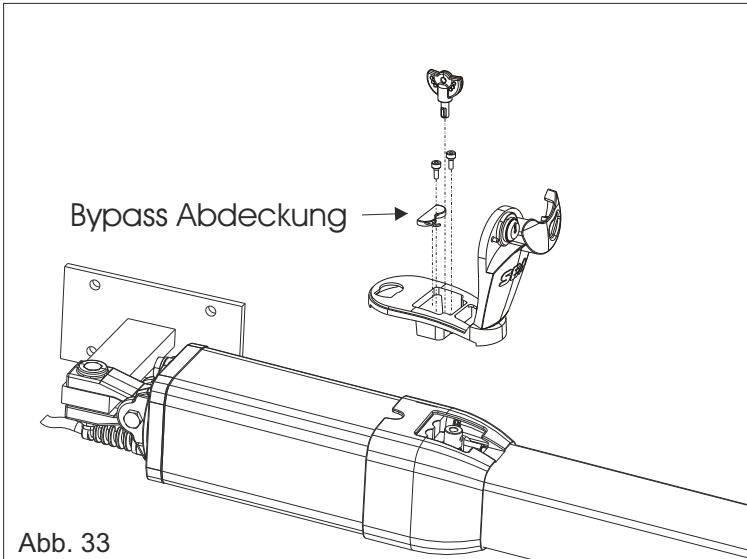
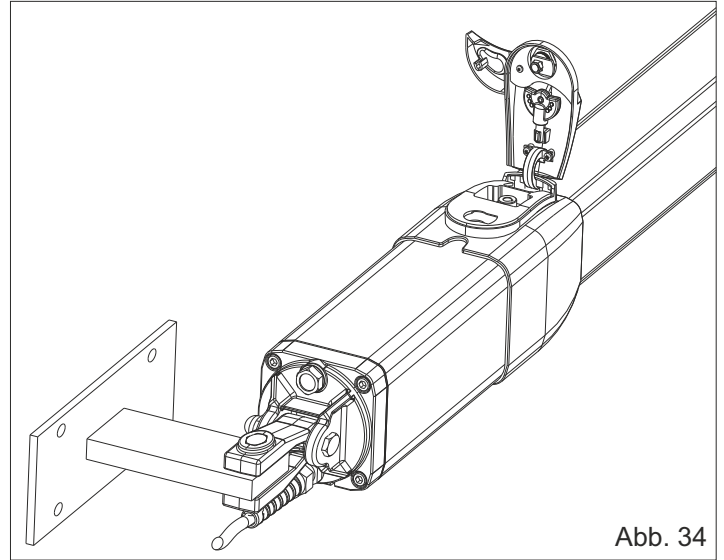

Abb. 33
Abb. 34
**ACHTUNG:** Erst nach Beendigung aller Installationsarbeiten, Montage der Kolbenabdeckung und Eichtung der Bypass Schrauben kann die Montage der Aluminiumentriegelung (wie in Abb. 33) durchgeführt werden. **Der Entriegelungsschlüssel wird im Innern der Aluminiumentriegelungsabdeckung aufbewahrt. (Abb. 34)**